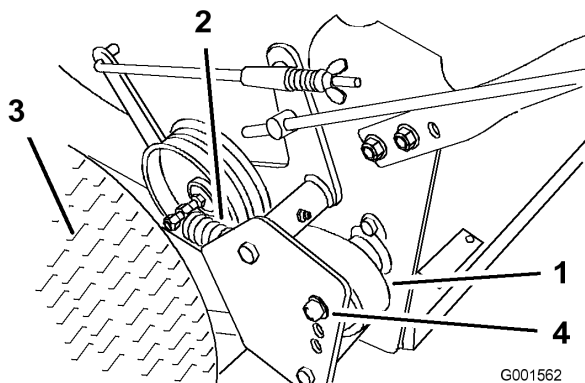

Figura 30
1. Retire el pasador de horquilla que sujeta la varilla del freno al brazo del freno para aliviar la tensión en la polea tensora de la correa (Figura 30).
2. Retire el perno inferior y afloje los pernos superiores del protector para poder girarlo y facilitar el acceso a la correa (Figura 30).
3. Eleve la correa, desacópela de la polea tensora y retírela de la polea de transmisión (Figura 30).
6. Sujete el deflector con los pernos retirados anteriormente, y apriete los pernos (Figura 30).
7. Sujete la varilla del freno al brazo del freno con un pasador de horquilla (Figura 30).